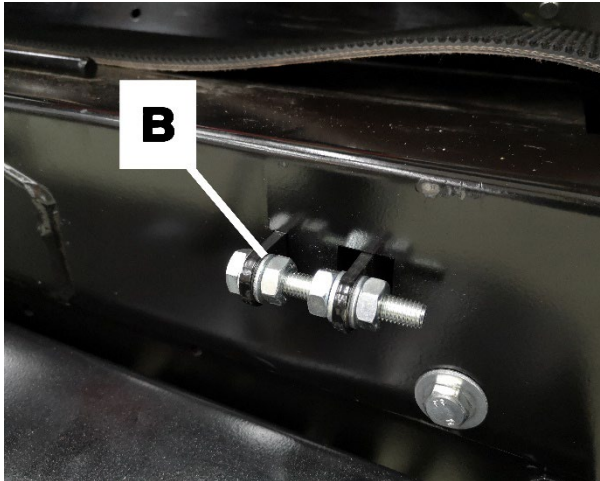

Abbildung 14
- ❑ Drehen Sie die Innensechskantschraube B in die gewünschte Richtung. Beachten Sie den Hinweisaufkleber C, Abb. 14.